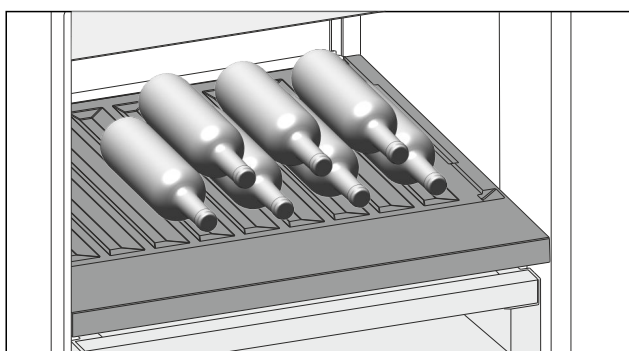

Fig. 193 Ilustrační zobrazení
- Láhve ukládejte dnem dozadu k zadní stěně. (viz Fig. 193)